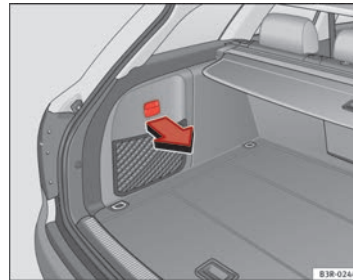

Abb. 124 Gepäckraum: Seitenverkleidung mit geschlossenem Ablagefach
- Zum Öffnen ziehen Sie den Griff nach vorn ⇒ Abb. 124.